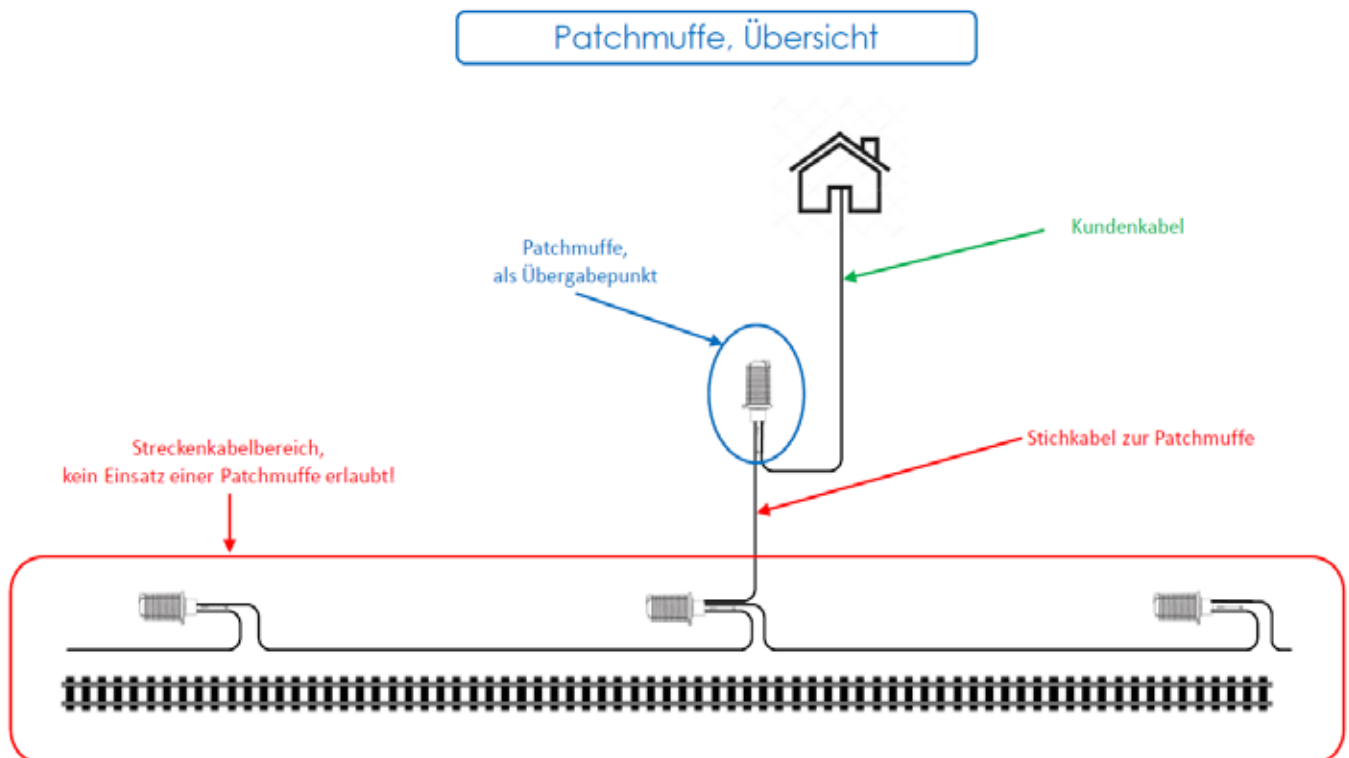
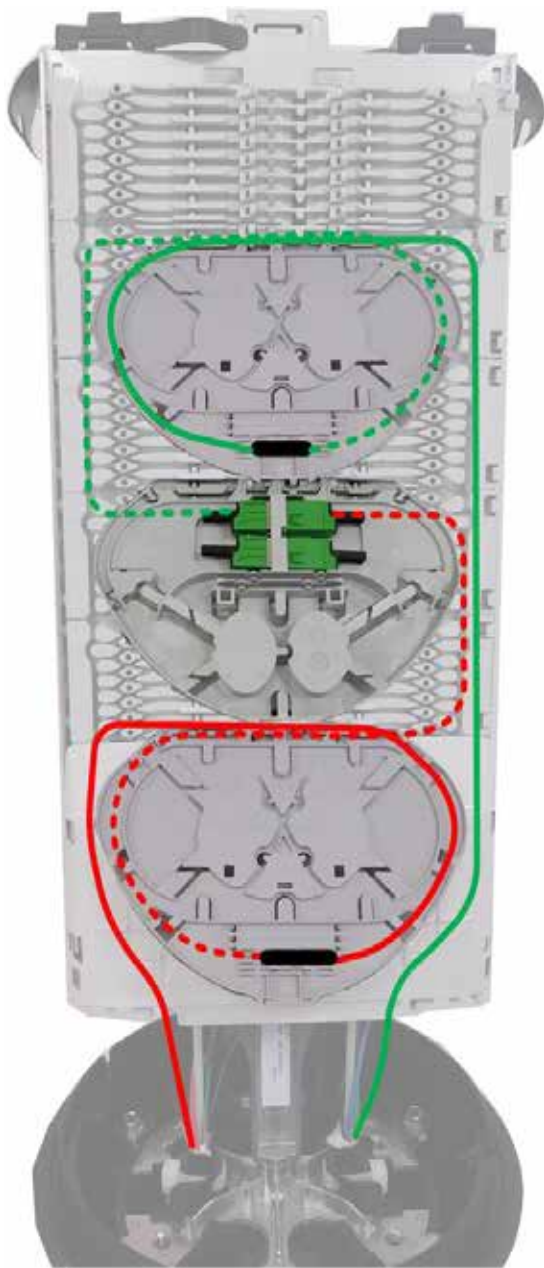

Bild 1 Prinzipieller Einsatz der Patchmuffe im Netz der Deutschen Bahn
Bild 2 Faserführung, wenn ein ankommendes Stichkabel (rot) und abgehendes Kundenkabel (grün) auf Pigtail gespleisst und in der Kassette verpatched werden.
5.3.4 Hinweis: Es ist darauf zu achten, dass sich der Geldichtkörper auf Anschlag in der untern Position im Muffenrohr befindet. Siehe Bild 1- FALSCH/ Bild 2- RICHTIG